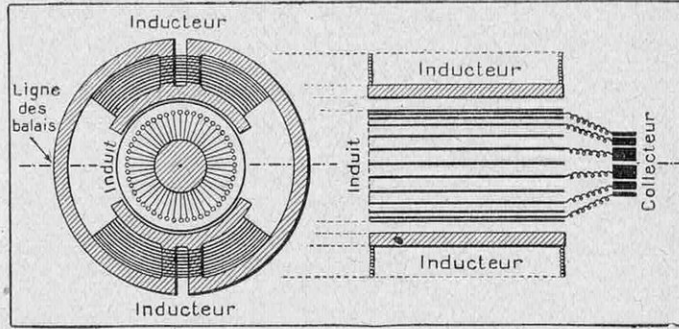

FIG. 11. — UN PETIT MOTEUR USUEL
La figure 11 représente, dans deux plans perpendiculaires, l'essentiel d'un petit moteur usuel, dont la puissance peut ne pas dépasser 1 hectowatt (2) et qui est très souvent employé dans les petites applications auxquelles nous